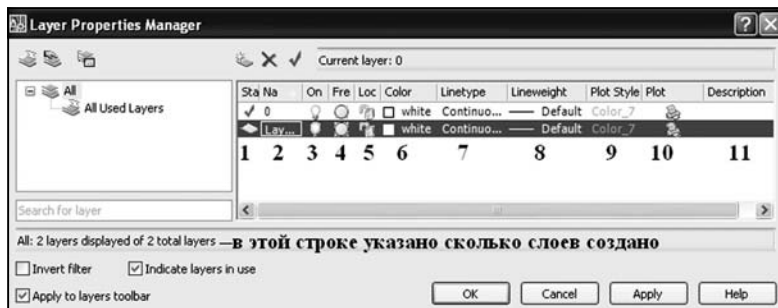

Рис. 2.40. Дополнительные элементы управления слоями в окне «Диспетчер свойств слоев»
2. Щелкнуть по кнопке (4) «Новый слой». В результате будет создан слой со стандартными настройками и предложено внести его имя. По умолчанию слои именуются *Слой 1*, *Слой 2* и т. д. Рекомендуется давать слоям более четкие названия.
3. Настроить параметры слоя (рис. 2.40). Чтобы сделать слой текущим, надо щелкнуть левой кнопкой мыши на команде (6). В строке рядом с командой «Сделать текущим» (рис. 2.40) отобразится текущий слой.
Используя рис. 2.40, опишем назначение различных настроек слоя.